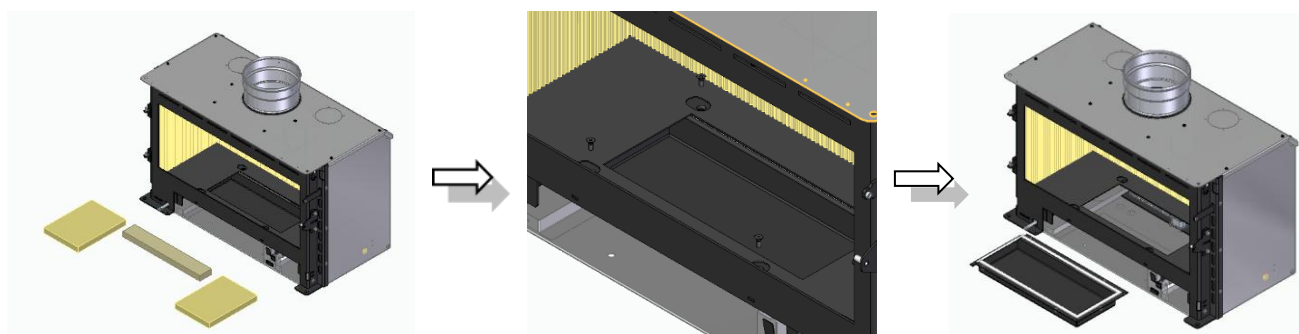

Figure 45 – Enlèvement de la vermiculite du fond et du tiroir
c. Enlever la vermiculite du fond de l'intérieur de la chambre de combustion et ensuite dévisser les vis inférieures qui fixent la boîte, la boîte sort du dessous de l'équipement après avoir été enlevée, voir Figure 45.